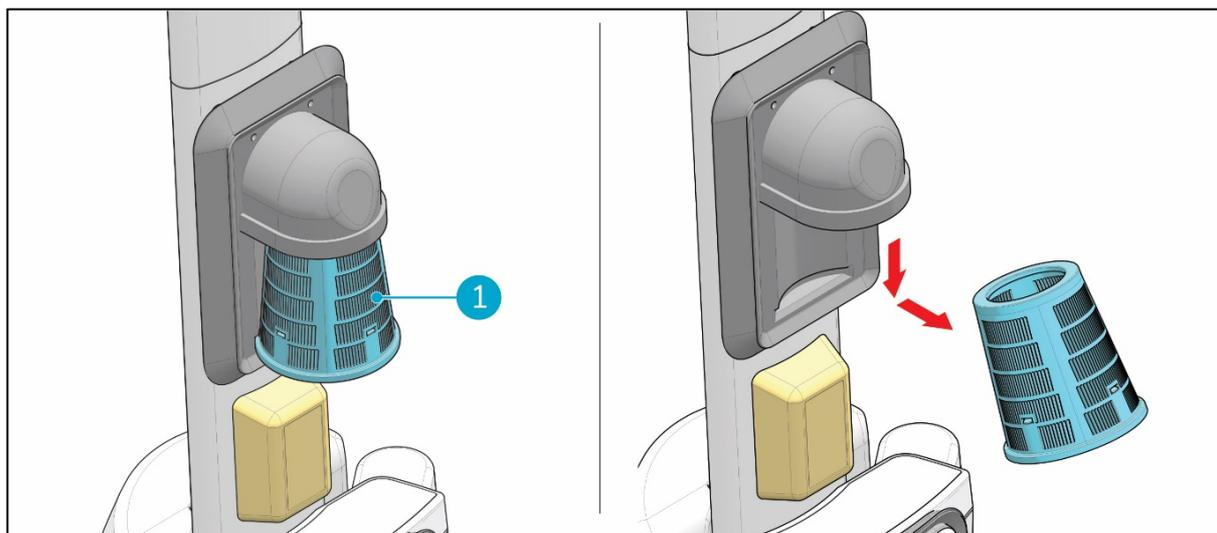

Figure 22
3. Libérez le filtre d'aspiration bleu (Figure 22, pos 1) du support en caoutchouc en l'inclinant légèrement et en le tirant.